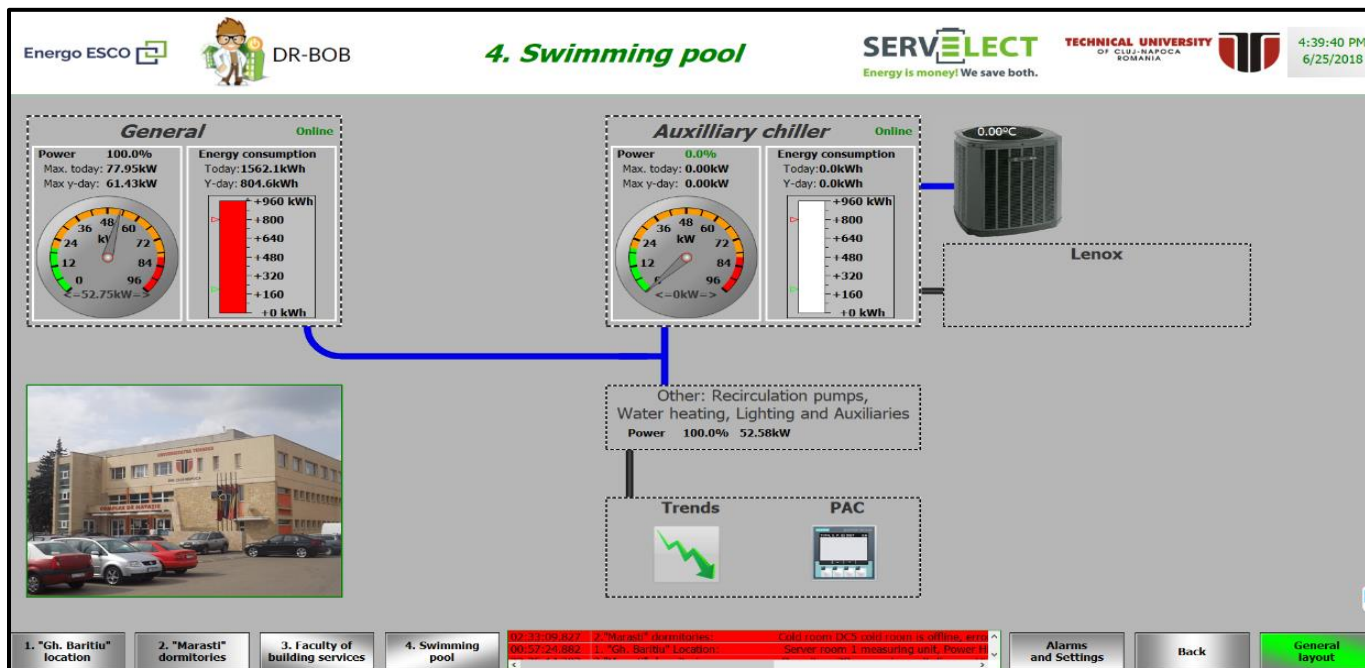

Fig.15. Componenta control Natație
4. Acționarea prin simplu click-stânga a butonului sau imaginii „Swimming pool” conduce spre același rezultat, prezent în fereastra din Fig.15.
Butoane care pot fi acționate din interfața Fig.15.: